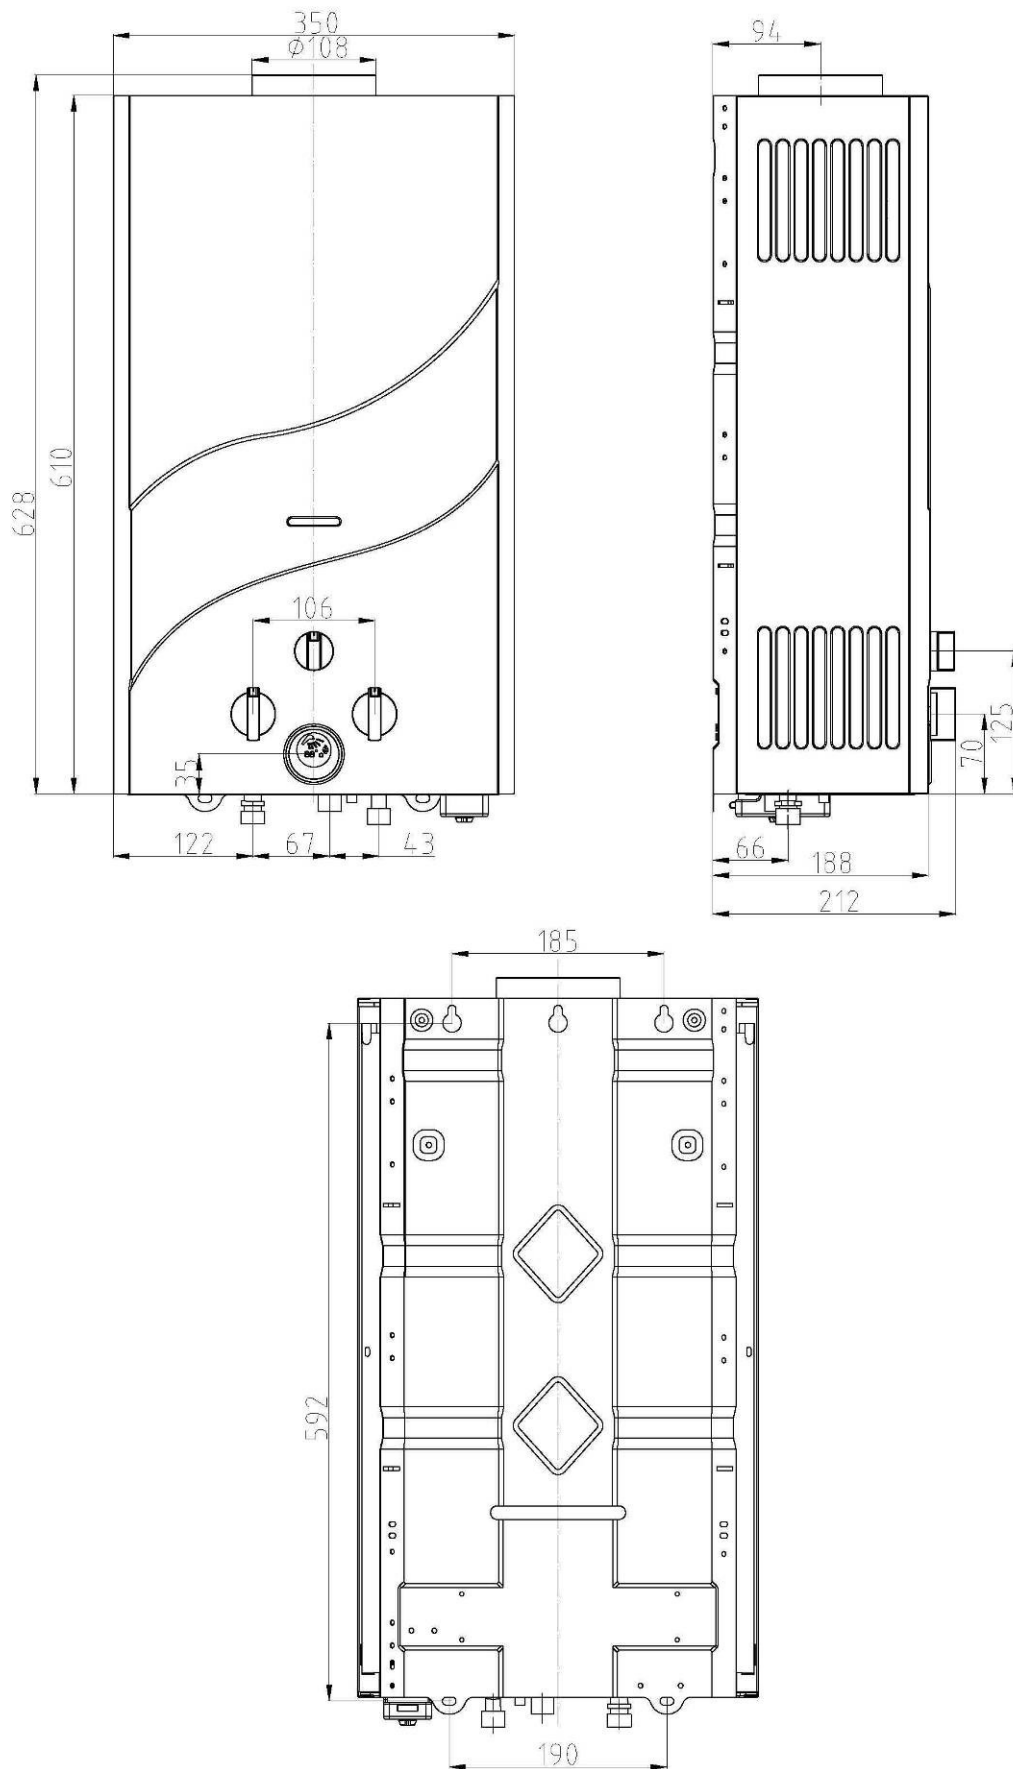

Рис. 3. Монтажные и габаритные размеры
3.2.10 Габаритные и присоединительные размеры для подсоединения трубопроводов подвода газа, подвода и отвода воды, отвода продуктов сгорания через газоотводящую трубу показаны на рис.3.